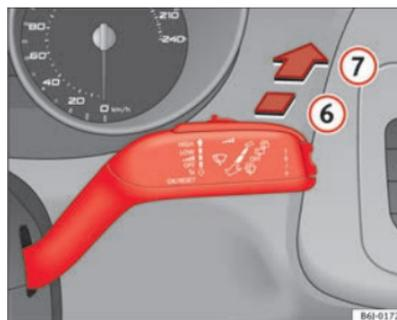

Fig. 66 Palanca del limpiacristales: limpiapuneta
- Presione la palanca hacia delante hasta el encastre ⑥ ⇒ fig. 66. El limpiapuneta debe accionarse en intervalos de 6 segundos.
- Presione la palanca completamente hacia delante hasta la posición **7** ⇒ *fig. 66*. El limpia y el lavaluneta funcionan simultáneamente. El lavaluneta seguirá funcionando mientras mantenga la palanca en esta posición.